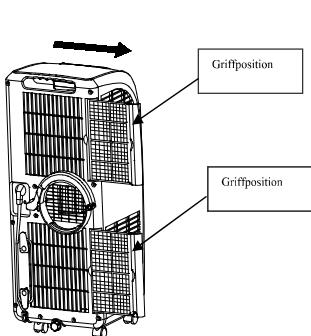

Abb. 15
(1). Fassen Sie die Greifposition des Verdampferfilterrahmens und des Kondensatorfilterrahmens und nehmen Sie den Filterrahmen vorsichtig in der durch den Pfeil gezeigten Richtung heraus (siehe Abbildung 15).